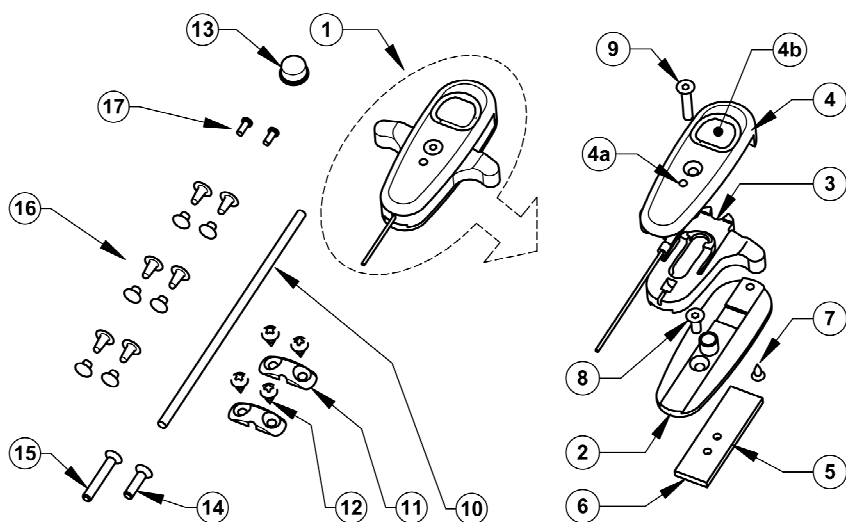

Abb. 1
- Durch Herausdrehen der Schrauben **8**, dann **9** und dann **7** (Abb. 1), den Hebel abbauen (Die Schraube **8** ist nur in der niedrigen Lage des Hebels erreichbar, weil in dieser Lage ein 2 mm Sechskantschlüssel in Loch **4a** gesteckt werden kann).